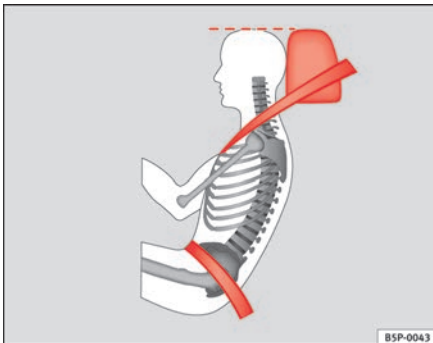

Abb. 14 Richtiger Gurtbandverlauf und richtige Kopfstützeinstellung von der Seite betrachtet
- Das Beckengurtteil des Sicherheitsgurtes muss vor dem Becken verlaufen und niemals über dem Bauch. Dabei muss der Gurt flach und fest am Becken anliegen ⇒ **Abb. 14.** Ziehen Sie das Gurtband gegebenenfalls etwas nach.